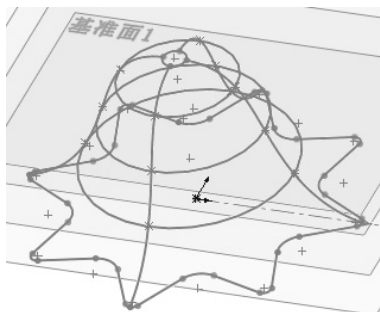

图 9-35 绘制草图
18) 重复步骤 16) ~17), 在右视基准面的另一侧创建样条曲线, 如图 9-35 所示。